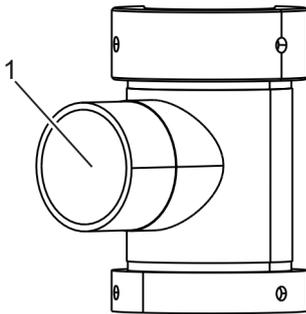

Abb. 55: Medienanschluss
- 11.** ▶ Medienzuleitung wieder am Medienanschluss (Abb. 55/1) gemäß ↗ Kapitel 6.11 „Medienzuleitung anschließen“ auf Seite 68 anschließen.